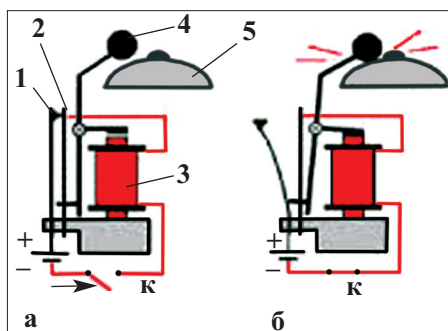

Рис. 5. Электрический звонок
Электрический звонок (рис. 5, а), в котором электромагнитному реле отведена главная роль, является широко распространенным прибором. Его применяют для звуковой сигнализации в устройствах автоматического контроля и защиты, а также в быту, на производстве. Электрический звонок представляет собой устройство автоматического управления.
Основной частью электрического звонка является электромагнит. При нажатии на кнопку электрическая цепь замыкается (рис. 5, б). Ток, проходя по обмотке электромагнита (3), намагничивает сердечник, который притягивает к себе якорь с молоточком (4) и контактом (2); при этом молоточек ударяет по чашечке (5) звонка. В это же время контакты 2 и 1 размыкаются и электрическая цепь разрывается. Сердечник размагничивается и отпускает якорь. Контакт 2 вследствие упругости снова соединяется с контактом 1 и все повторяется сначала.